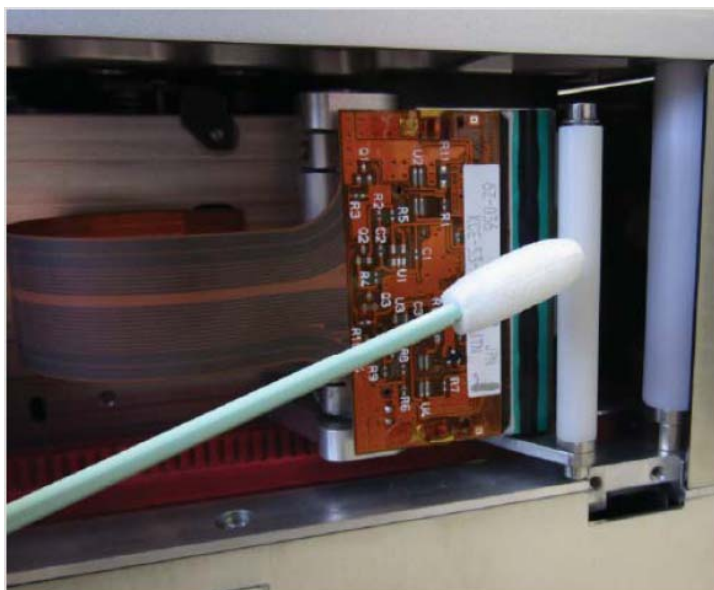

Рисунок 7-1: Очистка печатающей головки
- Осторожно очистите линию точек печатающей головки (Рисунок 7-1), белые кассетные ролики и очищающий ролик при помощи гигиенических палочек с ватными наконечниками, которые входят в комплект поставки принтера. Набор для чистки Videojet содержит одобренные производителем влажные салфетки или ватные палочки.